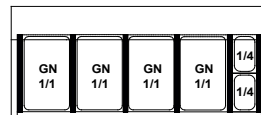

Abb.4 Anordnung der GN-Behälter bei „Kasia“
7. (Betrifft „Kasia“) Die Querholme für die GN-Behälter anordnen, und dann die GN-Behälter nach Abb.4 (S.25) platzieren